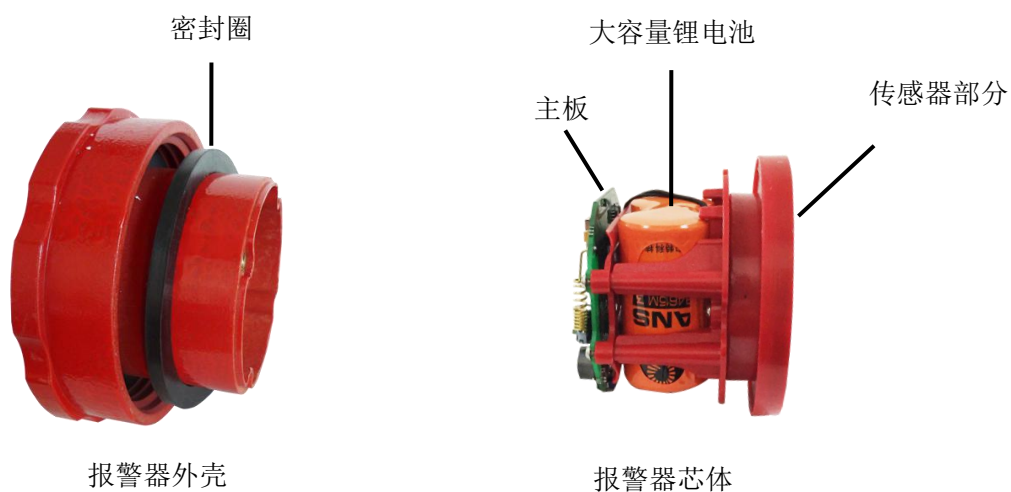

图 2-1 消防栓防盗水报警装置拆解图
- 2、将密封圈装到外壳（如图 2-1 所示），将消防栓防盗水报警装置拧到消防栓 $\Phi 100\text{mm}$ 出水口的 M125×6 螺纹上。